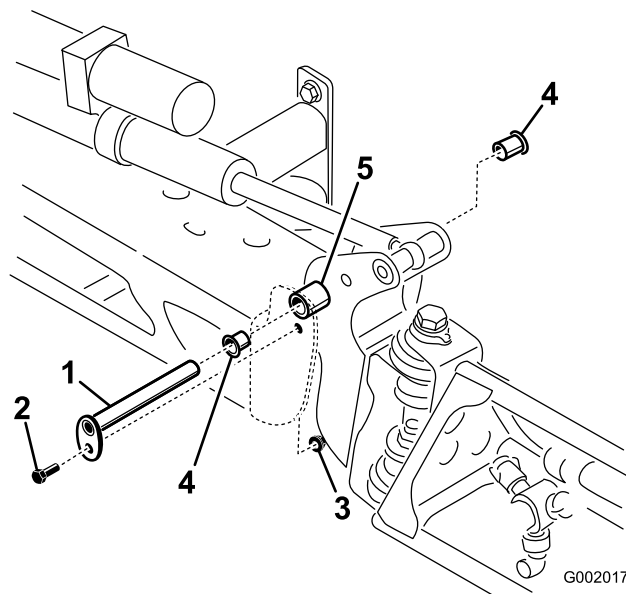

図 60
3. ブームを支えておきながら、ピボット・ピンをブーム・アセンブリに固定しているボルトとナットを取り外す(図 60)。ピボット・ピンを取り外す。
5. ナイロン・ブッシュを取り外し、ピボット・ブラケットの前面および後面側から見て点検する(図 60)。磨耗したり破損したりしている場合は交換する。
7. センター・フレームにブーム&ピボット・ブラケット・アセンブリを取り付け、開口部を整列させる(図 60)。